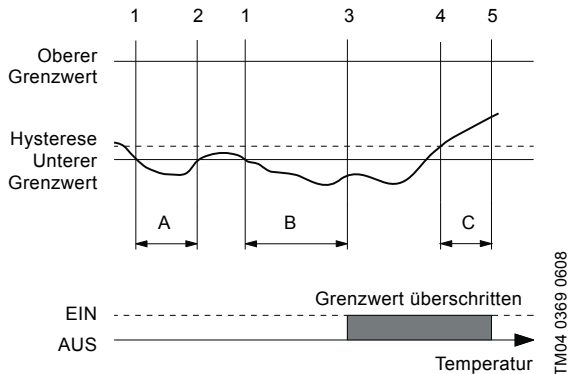

Abb. 36 Beispiel für das Überschreiten des unteren Grenzwerts
Diese Funktion ist eine Überwachungsfunktion, die bei Überschreiten des unteren oder oberen Grenzwerts eine Alarm- oder Warnmeldung ausgibt. Siehe Abb. 36.
Das Zeitglied für die Erkennungsverzögerung wird aktiviert, sobald ein Grenzwert überschritten wird (1). Siehe Abb. 36. Die Verzögerungszeit kann eingestellt werden.